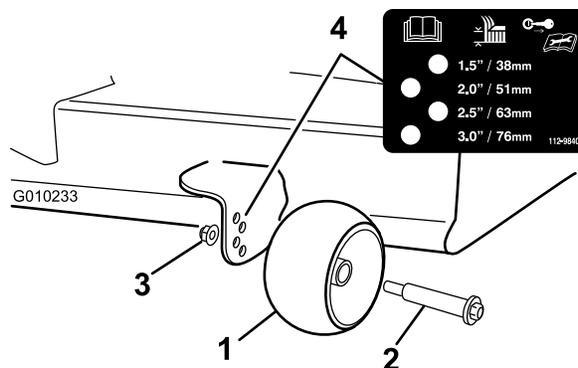

Рисунок 30
3. Установите защитные валики (**Рисунок 30**) в отверстия, соответствующие ближайшему положению высоты скашивания.